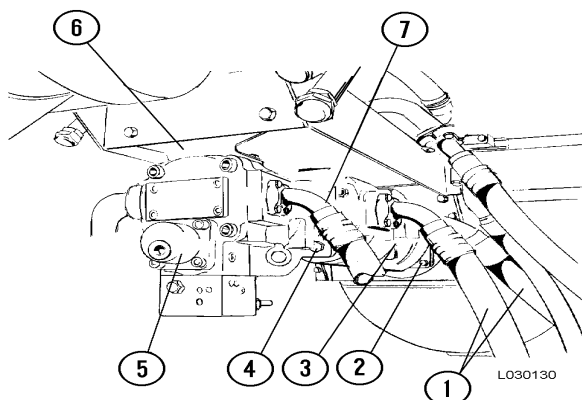

FIGURA 3-2. BOMBA HIDRÁULICA
5. Suelte los pernos que aseguran las mangueras internas y externas (1, Figura 3-2) en la bomba de elevación y permita que el aceite se drene. Retire las mangueras de entrada y salida. Tape o cubra todas las líneas y bombas de entrada y salida para evitar contaminación.
8. Retire los cuatro pernos (2, Figura 3-2) que aseguran la bomba de elevación al soporte de apoyo delantero. Retire los seis pernos que sostienen el soporte de apoyo (6) al soporte del módulo de la bomba. Retire el soporte de apoyo.
3. Lubrique el eje estriado de la bomba de dirección y alinee el con el acople (9). Instale la bomba de elevación en la bomba de dirección. Instale los pernos (10) con arandelas endurecidas y apriete los pernos al torque estándar. Suba las bombas a su posición.
6. Apriete los pernos del soporte de apoyo de la bomba de dirección (6, Figura 3-2) al torque estándar.